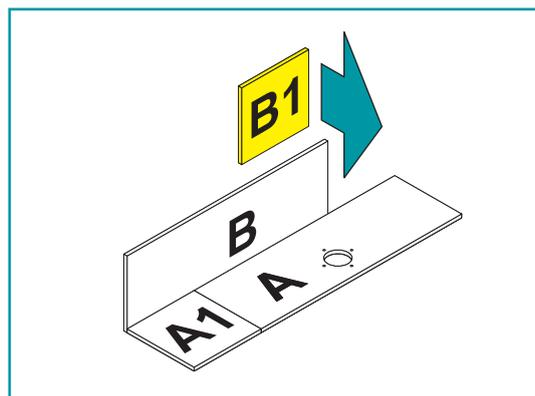

figura 4
2.2.3 Monte el panel B1 a los paneles A y B. (figura 4)